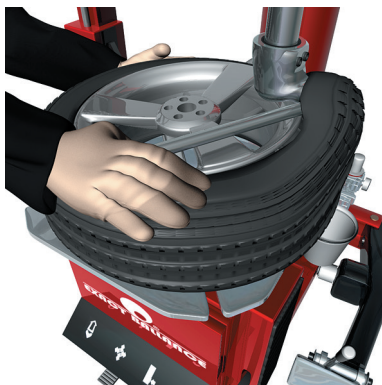

Рисунок 5 – Снятие шины с диска
5. Вставьте монтажную лопатку между закраиной покрышки и носиком монтажной головки (рис. 5).